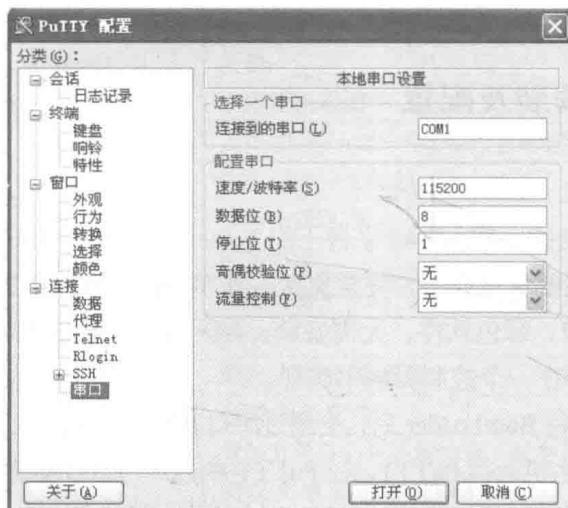

图 4-3 串口协议界面
(2) 点击“串口”选项，出现如图 4-3 所示的串口协议界面，在“连接到的串口”位